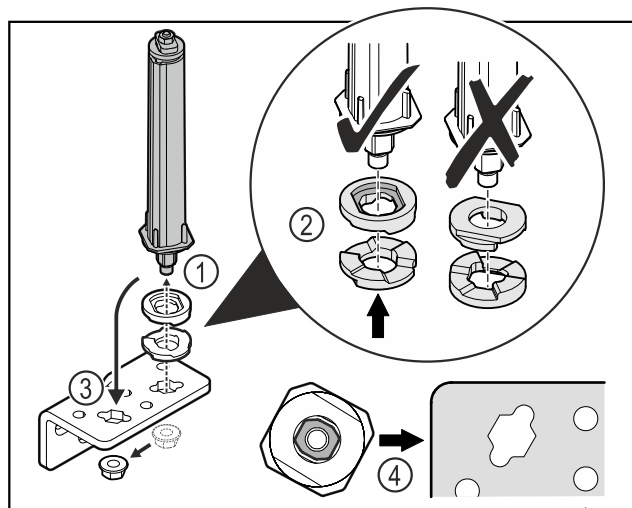

Fig. 36
- ▶ Løsne mutteren og fjern dørlukkesystemet Fig. 36 (1).
- ▶ Sørg for korrekt innretning av høydejusteringsskivene Fig. 36 (2).
- ▶ Sett om dørlukkesystemet i hengselvinkelen og fest med mutteren Fig. 36 (3).
- ▶ Ved innsetting, sørg for korrekt innretning av dørlukkesystemet Fig. 36 (4).